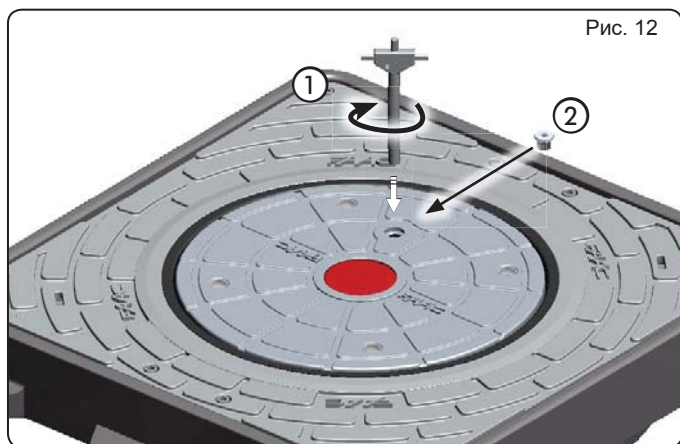

Рис. 12
- 2.Поверните по часовой стрелке до упора (рис.12, обозначение (1)).
- 3.Вкрутите обратно винт-заглушку в головную часть тумбы (рис.12, обозначение (2)).